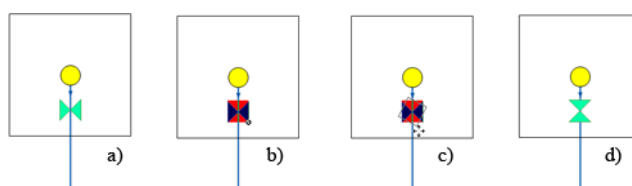

Рисунок 6.3. Поворот узлового объекта
2. Выделить определенный символический объект. Для этого нужно установить на него курсор и нажать левую клавишу мыши. Символ выделится прямоугольной областью с небольшим кружком в одном из углов. (смотрите Рисунок 6.3, «Поворот узлового объекта» b).
4. Перемещая мышь, поворачивайте символ до нужного угла. (смотрите Рисунок 6.3, «Поворот узлового объекта» c);
5. Отпустить левую клавишу мыши, для завершения поворота. (смотрите Рисунок 6.3, «Поворот узлового объекта» d).